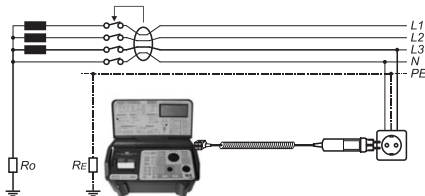

Bild 6.11.1 Anschluss der Messleitungen
- ▶ Schalten Sie den UNITEST 0100-Expert plus mit dem Schalter "EIN/AUS" (9) ein.
- ▶ Stellen Sie den Drehschalter "Messfunktion" (1) auf die Funktion 'UB/RE' (3).
- ▶ Wählen Sie mit dem Drehschalter "Nennfehlerstrom" (5) den Grenzwert für die Berührungsspannung aus. Drehen Sie dazu der die Drehschalter in die Stellung "UB 25/50 V", nun können Sie mit den beiden Tasten "" und "", die beiden Werte 25V (landwirtschaftliche und medizinische Anlagen) und 50V (für alle anderen Anlagen) einstellen.
- ▶ Stellen Sie mit dem Drehschalter "Nennfehlerstrom" (5) den Nennfehlerstrom des FI/RCD (abhängig vom zu prüfenden FI/RCD) ein, dabei spielt es keine Rolle ob der Drehschalter in Stellung (x1) oder (x5) steht.
- ▶ Den Typ des zu prüfenden FI/RCD mit der Taste "" (4) auswählen. Es können Standard – FI/RCD oder selektive FI/RCD eingestellt werden. Bei der Auswahl 'selektive FI/RCD' wird in der LC-Anzeige  angezeigt.
- ▶ Schliessen Sie die Messleitung an den Messanschluss (17) des UNITEST 0100-Expert plus an.
- ▶ Verbinden Sie die Messleitungen mit dem Prüfling gemäss Bild 6.11.1 oder 6.11.2.
- ▶ Stellen Sie den Drehschalter "Messfunktion" (1) auf die Funktion 'tFI/RCD, UB' (4).
- ▶ Wählen Sie mit dem Drehschalter "Nennfehlerstrom" (5) den Grenzwert für die Berührungsspannung aus. Drehen Sie dazu der die Drehschalter in die Stellung "UB 25/50 V", nun können Sie mit den beiden Tasten " und ", die beiden Werte 25V (landwirtschaftliche und medizinische Anlagen) und 50V (für alle anderen Anlagen) einstellen.
- ▶ Stellen Sie mit dem Drehschalter "Nennfehlerstrom" (5) den Nennfehlerstrom des FI/RCD (abhängig vom zu prüfenden FI/RCD) ein. Wählen Sie hier ebenfalls den Auslösestromfaktor (x1) oder (x5) aus, stelle Sie den Drehschalter dazu auf z.B. 30mA x5.
- ▶ Den Typ des zu prüfenden FI/RCD mit der Taste " (4) auswählen. Es können Standard – FI/RCD oder selektive FI/RCD eingestellt werden. Bei der Auswahl 'selektive FI/RCD' wird in der LC-Anzeige  angezeigt.
- ▶ Verbinden Sie die Messleitungen mit dem Prüfling gemäss Bild 6.11.1 oder 6.11.2, Seite 40.
- ▶ Betätigen Sie die Taste "START" (2), die Messung wird gestartet.
- ▶ Mit der Taste "ANZEIGE" (30) kann zwischen der Anzeige der Auslösezeit (tFI/RCD) und der Berührungsspannung (Ub) umgeschaltet werden.
- ▶ Falls gewünscht wiederholen Sie die Prüfung mit negativer Halbwelle, Sie können die Phasenlage des Prüfstromes mittels zweimaligem Drücken der Taste "START" (2) umschalten, in der LC-Anzeige wird dann "180°" angezeigt.
- ▶ Stellen Sie den Drehschalter "Messfunktion" (1) auf die Funktion 'I Δ ' (5).
- ▶ Wählen Sie mit dem Drehschalter "Nennfehlerstrom" (5) den Grenzwert für die Berührungsspannung aus. Drehen Sie dazu der die Drehschalter in die Stellung "UB 25/50 V", nun können Sie mit den beiden Tasten " Δ " (und " Δ "), die beiden Werte 25V (landwirtschaftliche und medizinische Anlagen) und 50V (für alle anderen Anlagen) einstellen.
- ▶ Betätigen Sie die Taste "START" (2), die Messung wird gestartet, auf der LC-Anzeige wird der Prüfstrom angezeigt, dieser wird solange erhöht, bis der FI/RCD auslöst.
- ▶ Mit der Taste "ANZEIGE (30) kann zwischen der Anzeige des Auslösestromes (I_{Δ}) der Auslösezeit ($t(I_{\Delta})$) und der Berührungsspannung ($U_b(I_{\Delta})$) umgeschaltet werden.
- ▶ Stellen Sie den Drehschalter "Messfunktion" (1) auf die Funktion 'FI/RCD-Analyse' (6).
- ▶ Wählen Sie mit dem Drehschalter "Nennfehlerstrom" (5) den Grenzwert für die Berührungsspannung aus. Drehen Sie dazu der die Drehschalter in die Stellung "UB 25/50 V", nun können Sie mit den beiden Tasten "4" (und "4", die beiden Werte 25V (landwirtschaftliche und medizinische Anlagen) und 50V (für alle anderen Anlagen) einstellen.
- ▶ Betätigen Sie die Taste "START" (2). Der erste Prüfschritt wird gestartet, dabei darf der FI/RCD nicht auslösen.
- ▶ Mit der Taste "ANZEIGE (30) kann zwischen der letzten Prüfschritt-Nr., der Auslösezeit und der Berührungsspannung umgeschaltet werden.